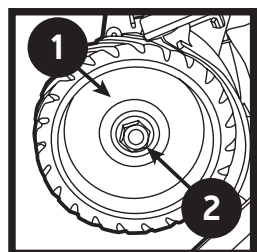

Figure 3
1. Ouvrir la porte de couvercle de roue et retirer la roue de contact à l'aide d'une clé à douille de 15/16 pouce. (Figure 3)